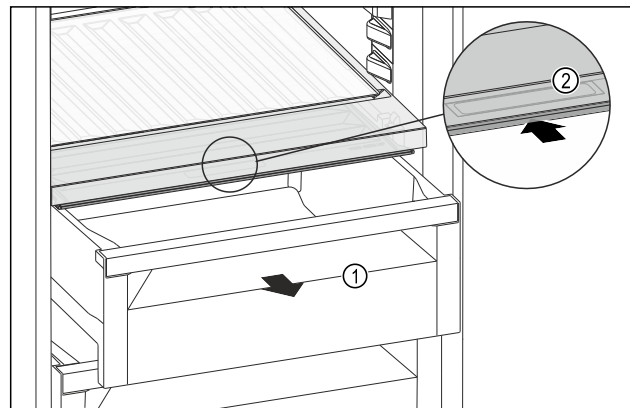

Fig. 190
- ▶ Izvucite ladicu Fig. 190 (1).
- ▶ Primite ručku Fig. 190 (2) na poklopcu pretinca i istodobno povucite poklopac pretinca prema natrag.